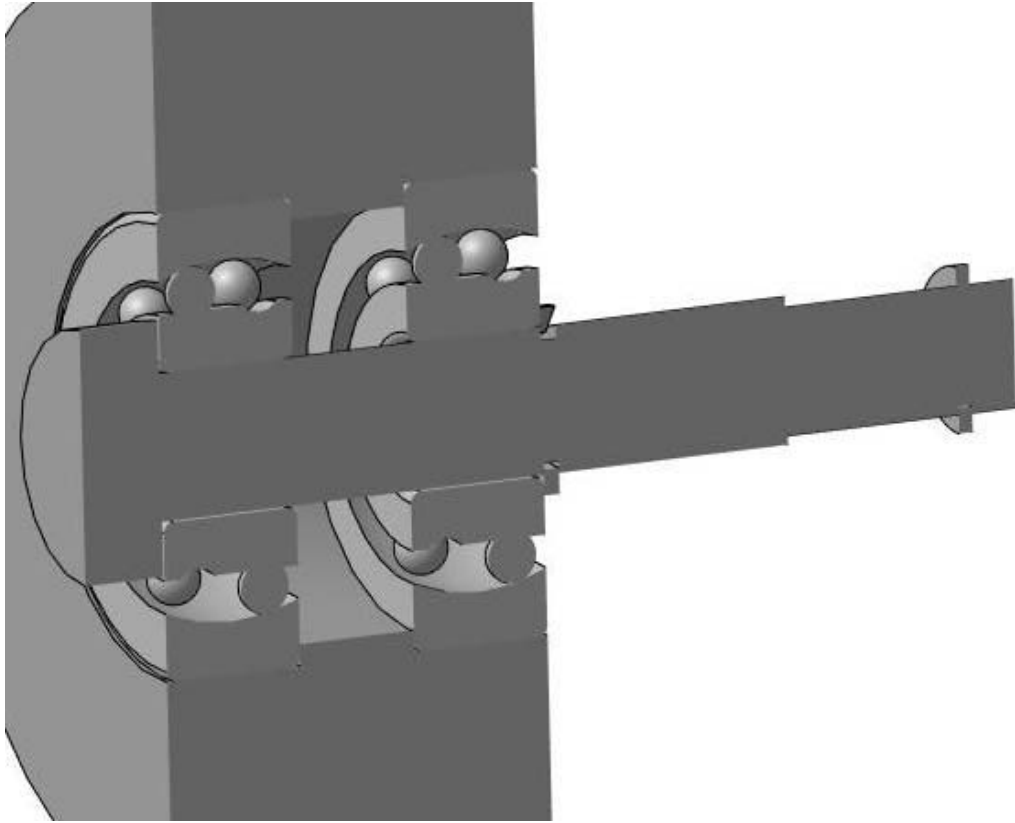

Рисунок 32 – Сборка сателлитов
- 4 Создать сборку сателлитов (рисунок 32).